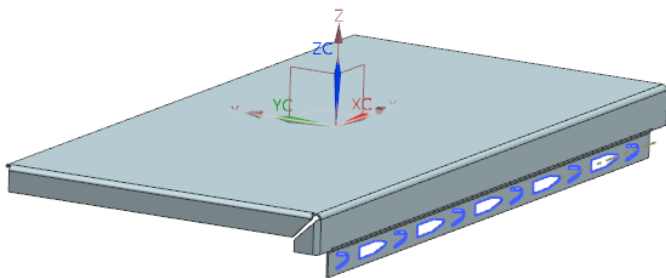

图 5-94 创建法向除料特征 3
(3) 设置“切割方法”为“厚度”，“限制”为“直至下一个”，单击<确定>按钮，创建法向除料特征 3，如图 5-94 所示。